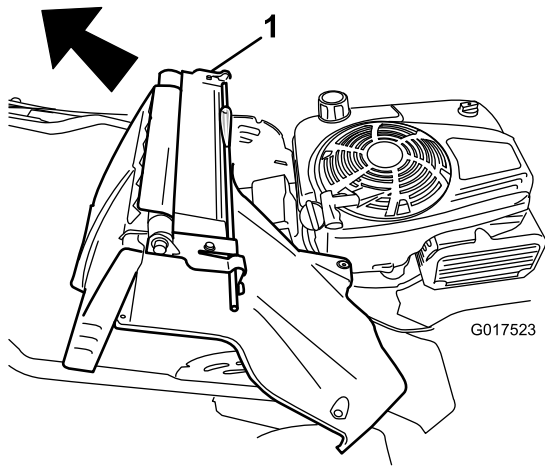

Figure 34
- Déposez l'ensemble déflecteur arrière et levier de verrouillage de la poignée (Figure 34).